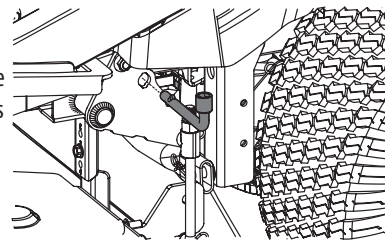

Figure 49
5. La pédale de relevage et le bouton de réglage doivent être utilisés pour placer le plateau à la position la plus basse. L'outil multifonction est utilisé pour verrouiller le système de relevage. Il y a deux trous près de la roue arrière gauche de la tondeuse (un sur le châssis et l'autre sur le bras de relevage du plateau). Voir Figure 49. L'outil doit être bien inséré pour que le bras de relevage soit bien fixé au châssis.